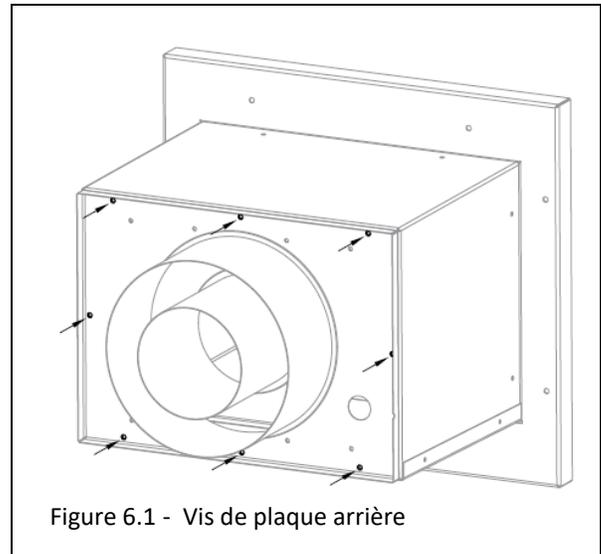

Figure 6.1 - Vis de plaque arrière
1. Retirez les (4) vis fixant le couvercle avant au Kozy Power Vent.
2. Retirez les huit vis fixant l'ensemble arrière au capuchon. Voir Figure 6.1.